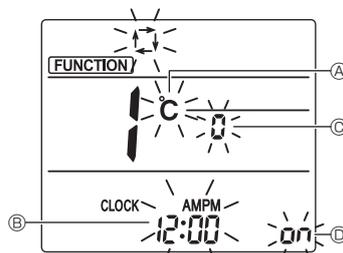

Fig. 6-11
3. Vérifiez que la fonction n° « 1 » est affichée puis appuyez sur la touche SET ③. L'écran de réglage de l'affichage s'affiche. (Fig. 6-11)